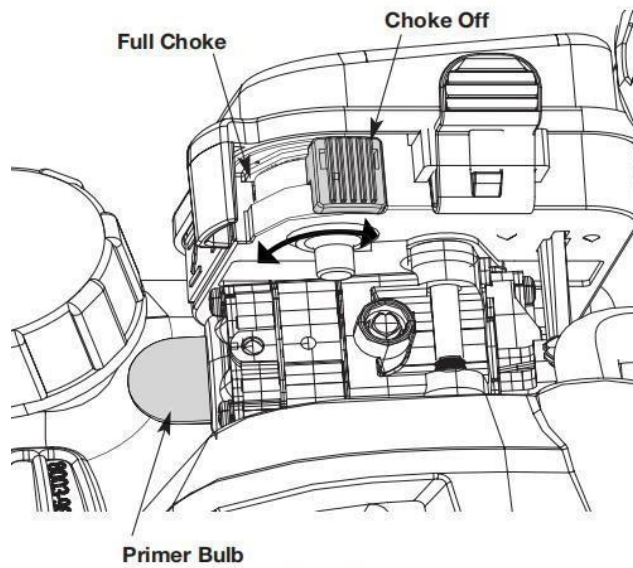

Fig. 6
- d) Druk de ontstekingszuiger 10 keer langzaam in (fig. 6).
- e) Zet de chokehendel in de stand "Volledige choke" (fig. 6).